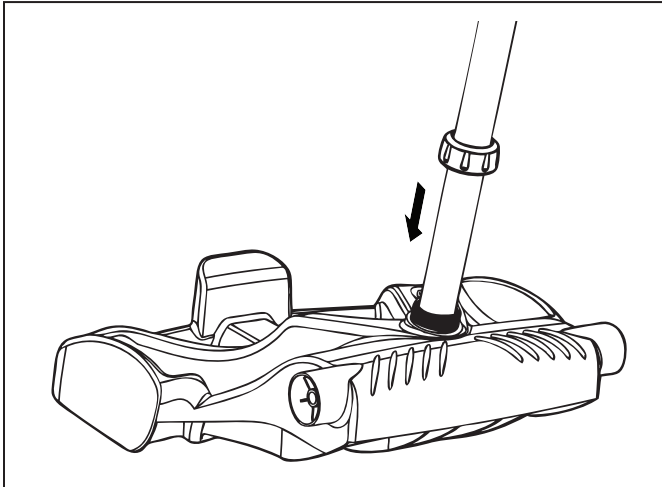

Figure 4. Serrer l'écrou pour sécuriser le cadre
- Faites glisser l'écrou sur le tube et tournez-le pour le serrer sur l'unité de base (Figure 4).